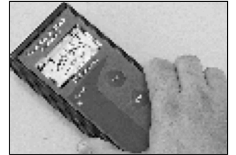

Figura 2
• **Dispositivo de medición de la humedad del hormigón "Tramex Concrete Moisture Encounter Meter"** (Figura 2): Las lecturas de humedad no deben sobrepasar 4.5 en la escala superior. (Figura 2 muestra una lectura no aceptable superior a 4.5.)